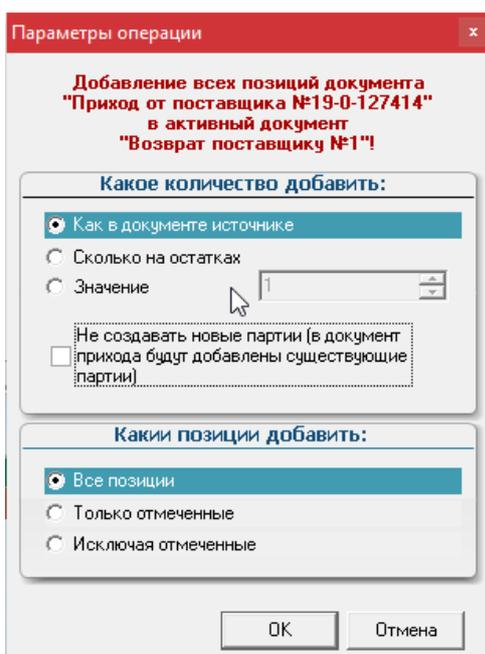

Рис. 80. Параметры операции.
6. После чего появится следующее окно, см. рис. 80